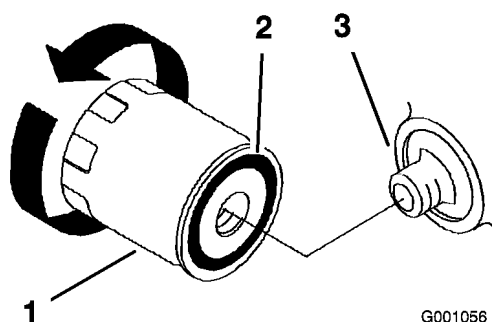

Figura 47
2. Per rimuovere il filtro giratelo in senso antiorario (Figura 47 e Figura 47).